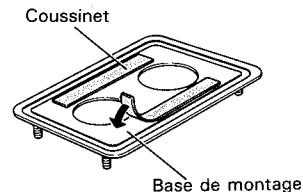

Fig. 2
1. Coller les coussinets sur l'arrière de la base de montage. (Fig. 2)